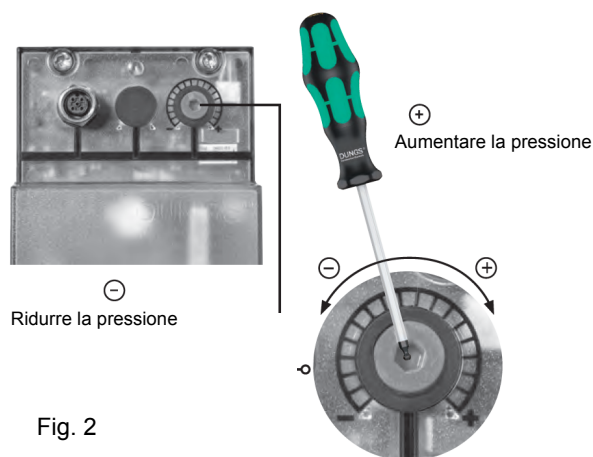

Fig. 2
**ATTENZIONE:** Per impostare la pressione in uscita del regolatore VD-R, agire sull'apposita ghiera di regolazione (Fig. 2)